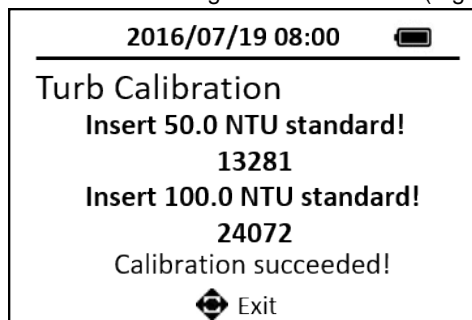

Figure 8 Calibration de la turbidité pour la gamme haute
11. Appuyez sur la touche **Continuer** pour mesurer l'étalon sélectionné. La calibration de la turbidité en haute gamme est réussie. (Figure 8)